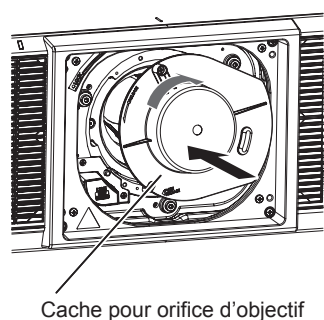

Fig. 2
3) Fixez le cache pour orifice d'objectif fourni. (Fig. 2)